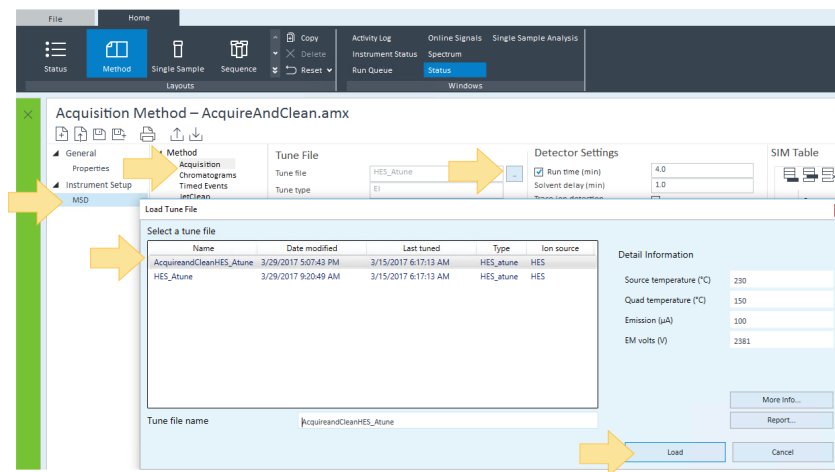
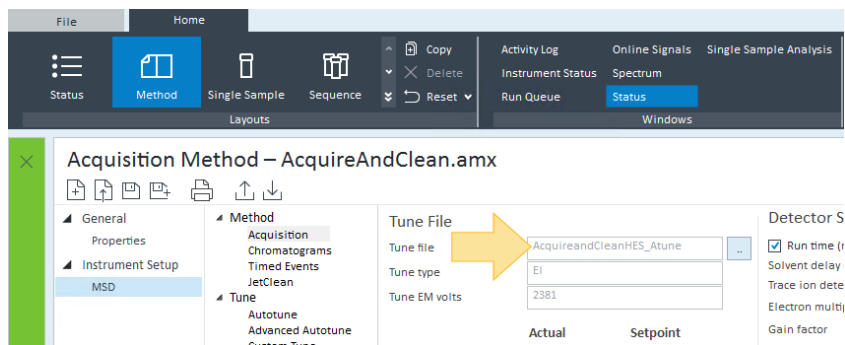

Figura 36. Selecionar um Arquivo de Tune para Carregar
Figura 37. Arquivo de Tune carregado
- a Selecione **MSD > Método > Aquisição**, clique em **Carregar um Arquivo de Tune** e selecione o arquivo de tune que você criou para esse processo. (**AcquireandCleanHES_Atune** para esse exemplo.) (Consulte **Figura 36** e **Figura 37**.)